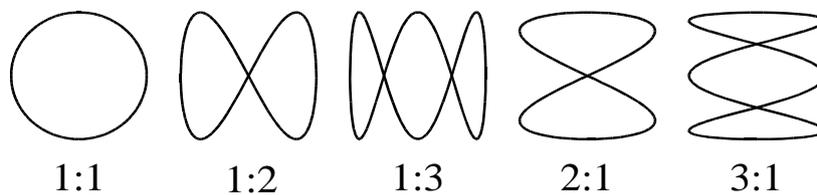

Bild 8: Lissajous-Figuren für ganzzahlige Frequenzverhältnisse.
- c) Ist das Frequenzverhältnis ganzzahlig, dann entstehen typische Figuren (vgl. Bild 8), deren Form allerdings wieder von der Phasendifferenz zwischen beiden Spannungen abhängt.